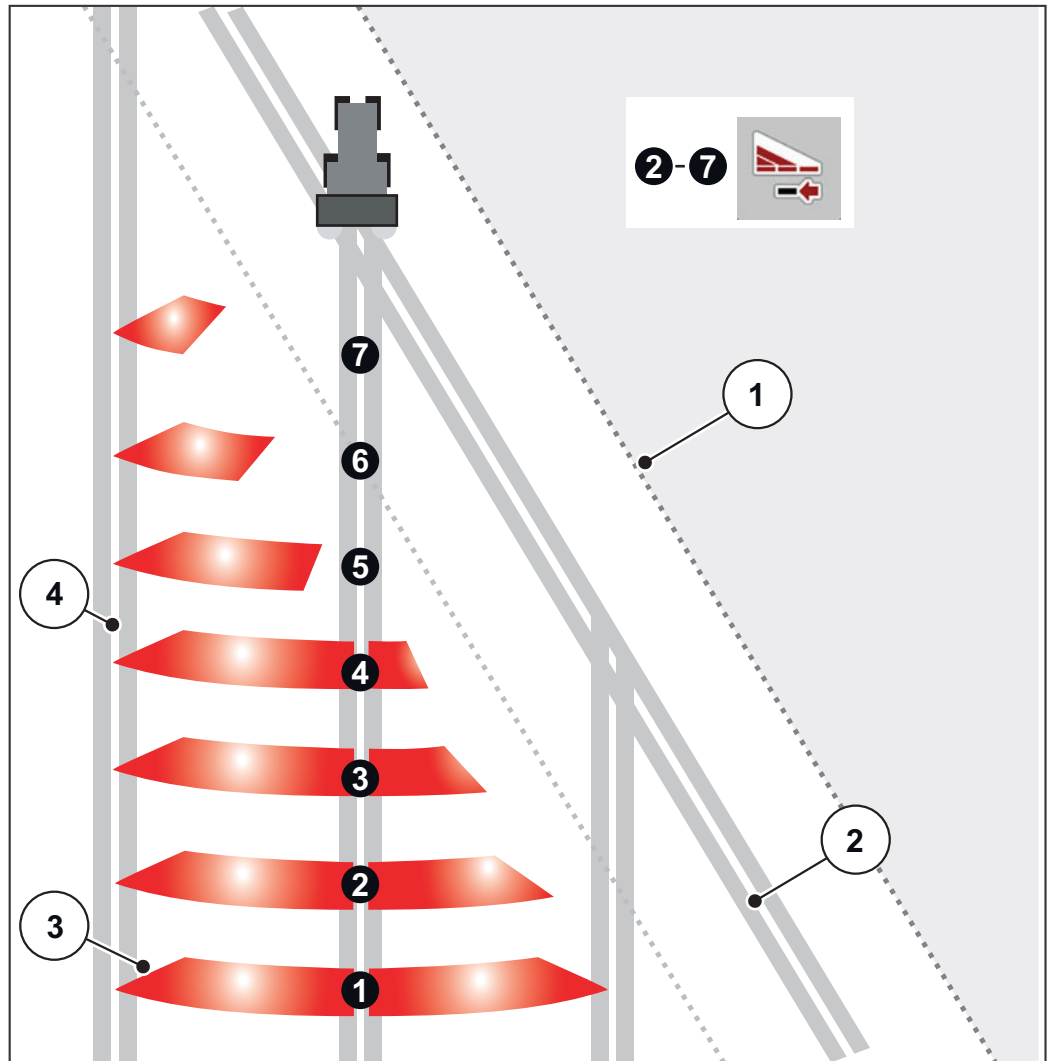

Figure 5.2 : Coupure de tronçons automatique
- La coupure de tronçons est possible de l'extérieur vers l'intérieur ou de l'intérieur vers l'extérieur. Voir Figure 5.2.